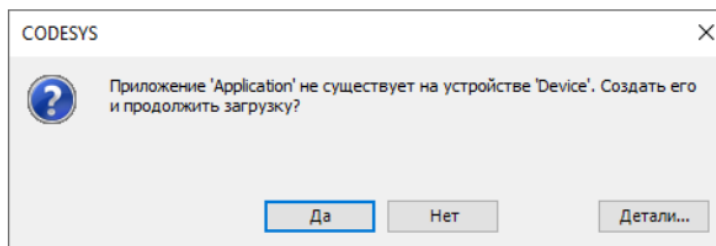

Рисунок 4 – CODESYS V3.5. Информационное окно об отсутствии приложения
6. Если в контроллере еще нет проекта, появится соответствующее информационное сообщение (рисунок 4). Нажмите кнопку «Да».